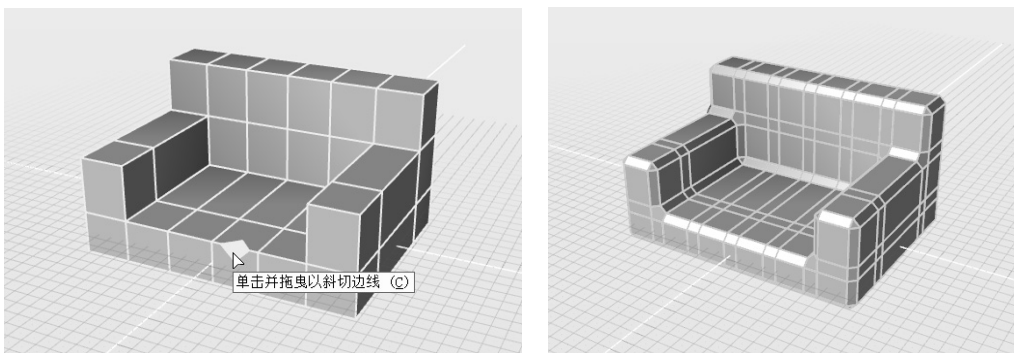

图 7-15 将所有边线同时斜切（左）以获得结果（右）
13) 仍然保持处于编辑边线模式，框选所有边。将鼠标光标悬停在任意一个边的中间位置，当出现提示“单击并拖曳以斜切边线”时，按照该提示操作，拖曳所有边线。注意，斜切倒角不要过大，获得类似效果如图 7-15 所示。